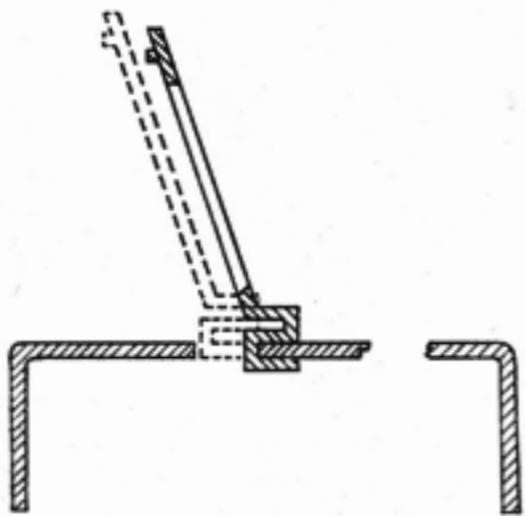
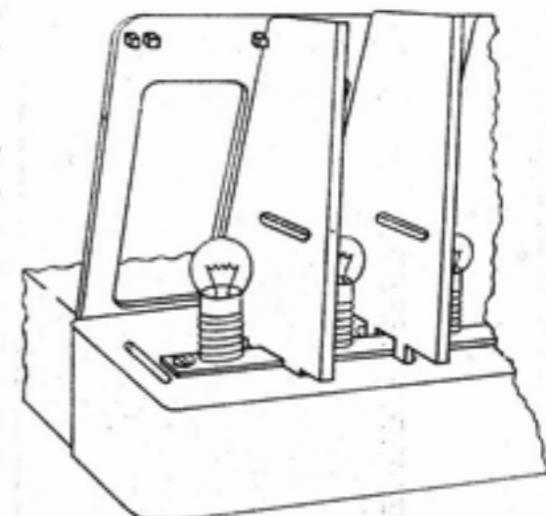

Abb. 8
Abb. 9
Den nächsten Arbeitsschritt leiten wir mit dem Einsetzen der Blende (4) ein (Abb. 8). Die Abbildung zeigt uns, daß wir die beiden unteren Stege der Blende nur so weit durch die Aussparungen im Unterteil stecken dürfen, bis die Blende auf dem Unterteil aufsitzt und bis zum Anschlag in Richtung zur Programmertafel vorgeschoben werden kann. Vor dem Einbau der dreizehn Rippen (7) betrachten wir uns erst die Abbildung 9. Die Rippen sind so einzusetzen, daß sie in den Schlitten des Unterteiles und zwischen den Zapfen der Blende gehalten werden.